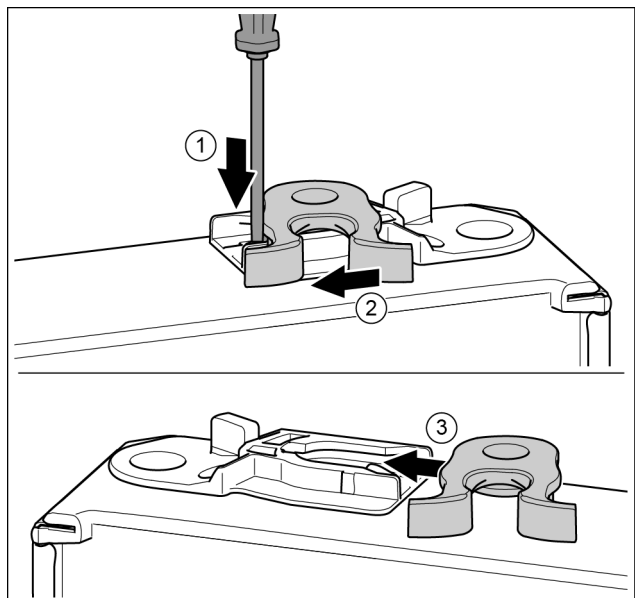

Fig. 14
- ▶ Plochým šroubovákem přitlačte lamelu dolů. Fig. 14 (1)
- ▶ Vytáhněte petlici z vedení. Fig. 14 (2)
- ▶ Petlici zasuňte do vedení na druhé straně. Fig. 14 (3)